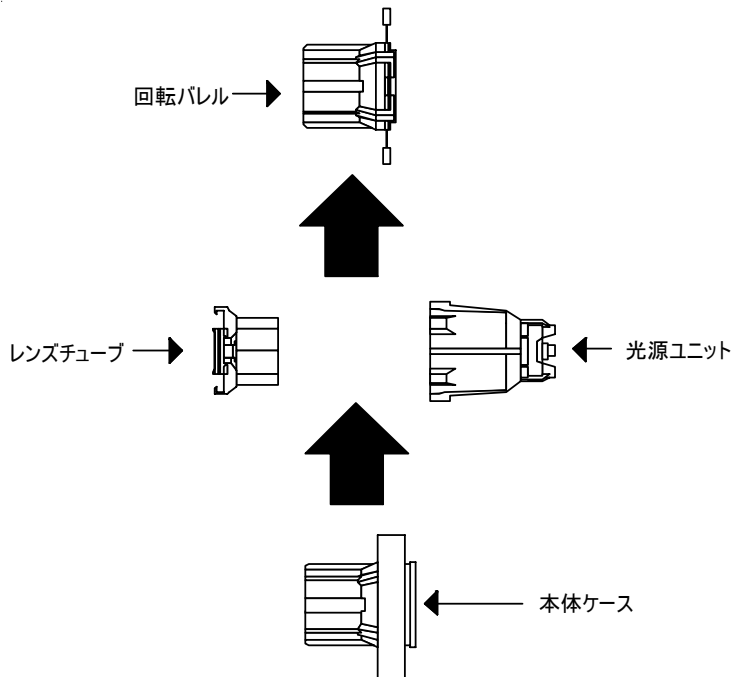

図 1
- 1 SX4 CASEをソースフォーに取り付ける際は、ソースフォーをレンズチューブ、回転バレル、光源ユニットの3つに分けて、レンズチューブと光源ユニットの間に本体ケースを取り付けます。 図1